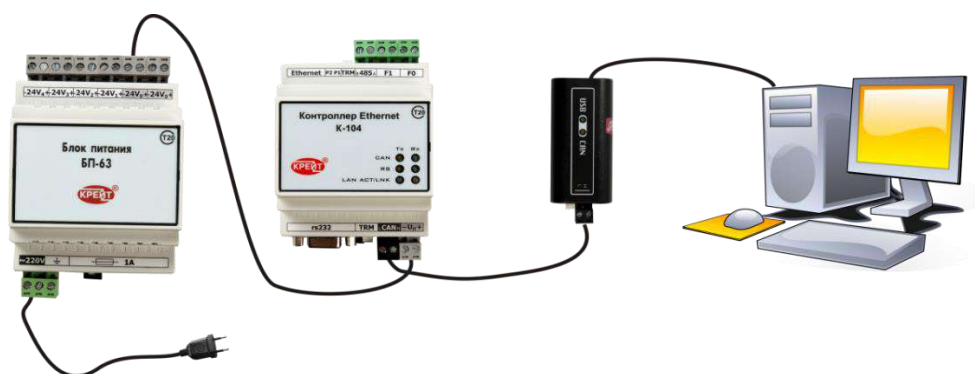

Рисунок 6. Подключение контроллера к компьютеру по интерфейсу CAN-BUS
- к USB-порту по магистрали CAN-BUS с помощью адаптера АИ-200 (Рисунок 6);